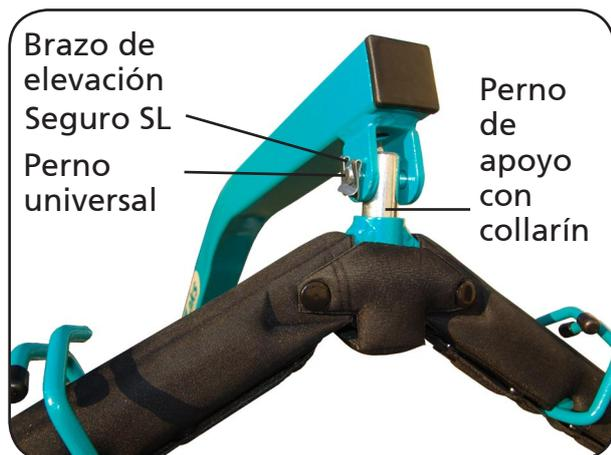

Figura 20
2. Retire el brazo de elevación del alojamiento y déjelo a un lado (figura 20).